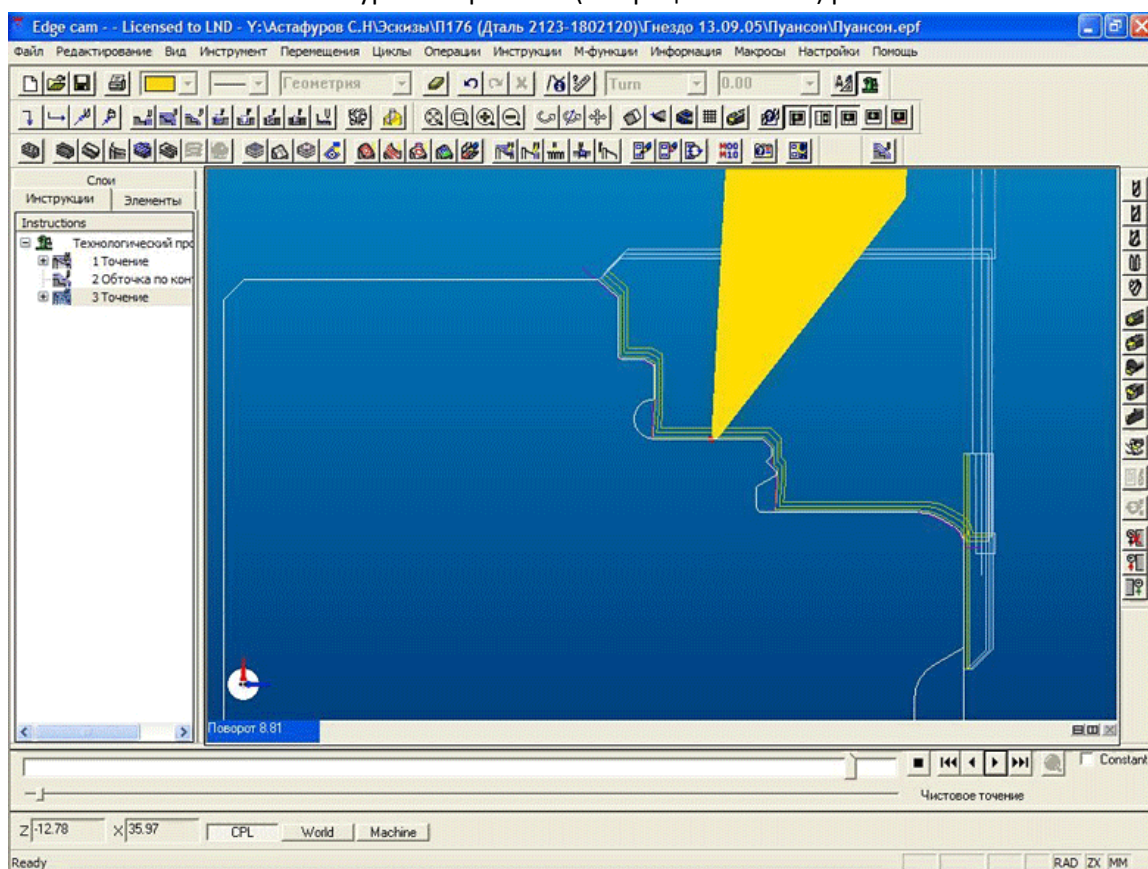

Рис. 12. Edgescam. Окончательная контурная обработка.
12. Окончательная контурная обработка (Операция точение) рис. 12